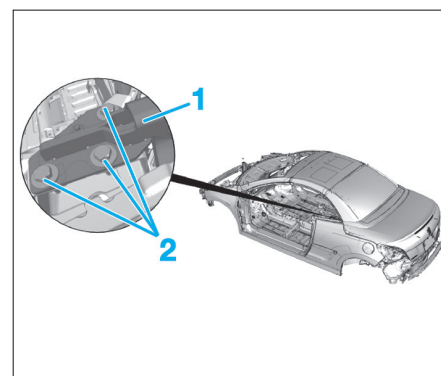

Fig. 130
- De chaque côté, déposer les vis (2) (Fig.130) de l'ensemble (1).